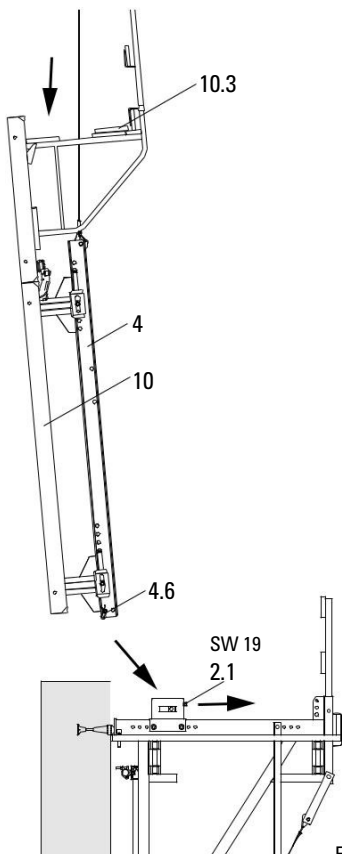

Fig. B2.18
3. Прикрепете кофражния елемент (10) с бетолиращата платформа на трегера (4) и позиционирайте. (Fig. B2.18)
Стандартно: използвайте отворите в трегера откъм стената. (Fig. B2.18)